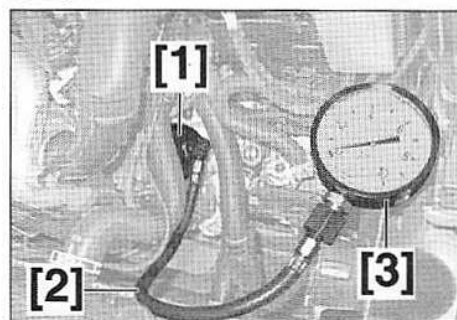

FIG.17
- le couvercle (5) du boîtier de filtre à huile,
- le filtre à huile du couvercle (5).
- Remplacer le couvercle (5) par les outils [1], [2] et [3] (Fig.17).